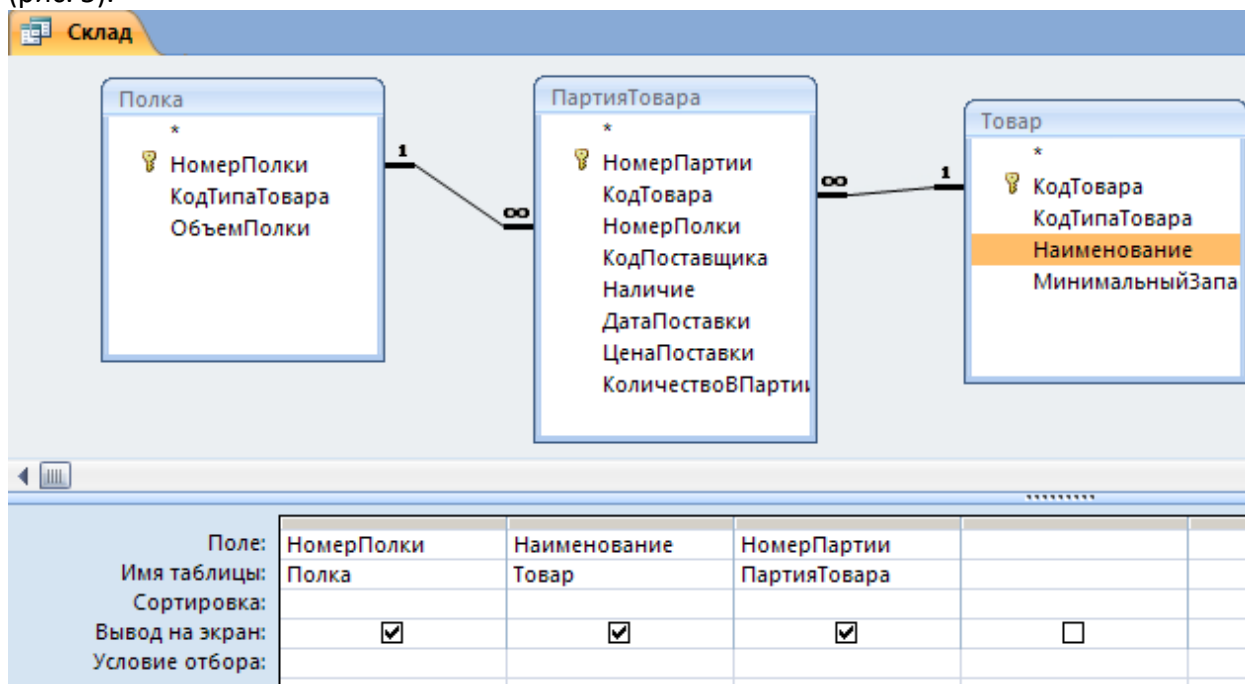

Рис.4. Запрос, объединяющий поля таблиц для отчета
1. Создадим запрос для объединения полей из таблиц ПОЛКА, ПАРТИЯ_ТОВАРА, ТОВАР (рис.4). Сохраните и закройте запрос СКЛАД.